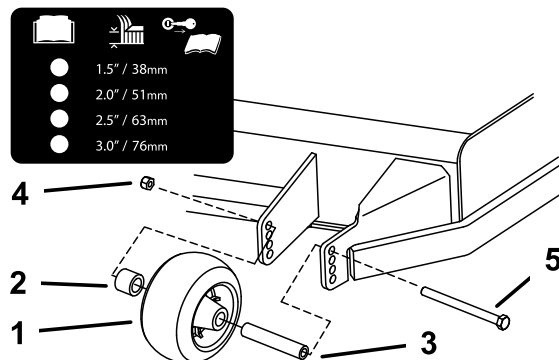

Figura 36
3. Regolate i rulli antistrappo come illustrato nella Figura 36.